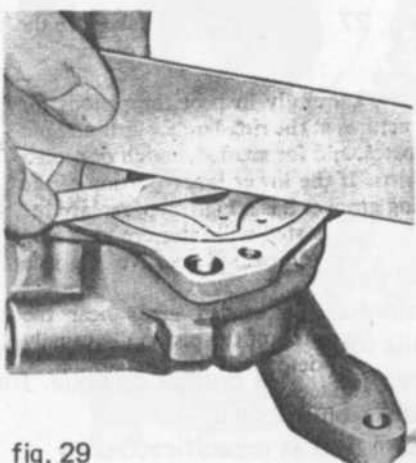

fig. 29
- Com o conjunto do rotor interno instalado na carcaça, colocar uma escala de aço sobre o conjunto do rotor e a coberta. Medir a folga entre a escala e os rotores (fig. 29)